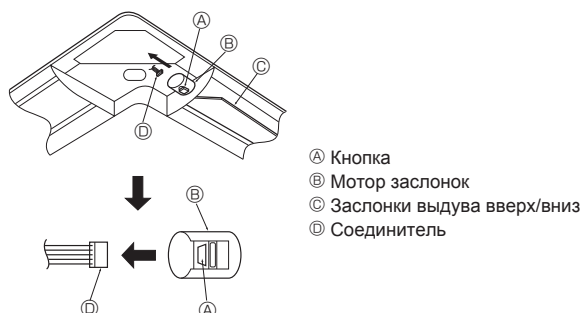

Fig. 5-11
- Возьмите проводочные выводы CN4Y(белый) и CN6Y(красный) угловой панели i-see sensor ⑦ со стороны распределительного щита на блоке и обязательно подсоедините их к соединителю платы контроллера.
- Проводочные выводы угловой панели i-see sensor ⑦ должны быть зафиксированы на ребре решетки с помощью фиксатора ④ так, чтобы не было провисания.
- Проводочные выводы должны быть собраны вместе с проводочными выводами блока и зафиксированы с помощью 2 фиксаторов ④ так, чтобы не было провисания.
- * Угловая панель i-see sensor должна быть зафиксирована на решетке ① при помощи винта ⑤.
5.7. Блокировка направления воздушного потока вверх/вниз (Fig. 5-11)